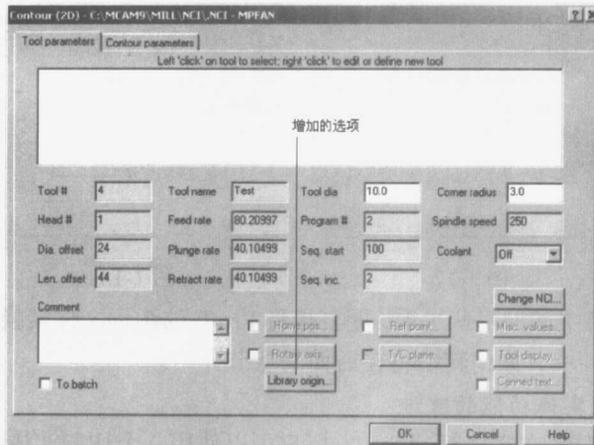

图 1-23
(1) 在二维外形铣削“刀具参数”选项卡中增加了 Library Origin (库原点) 选项, 如图 1-23 所示。